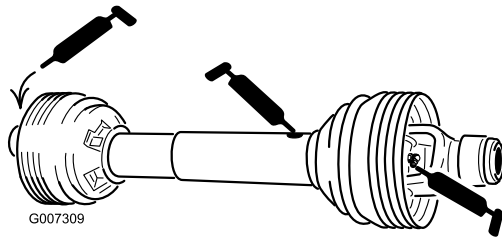

Figura 24
Veio da tomada de força (3) (Figura 24)